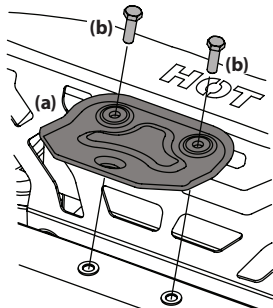

Figure 1
1. Localisez l'attelage (a) et installez-le à l'arrière du châssis à l'aide des deux vis à bride hexagonales (b) fournies (Figure 1).